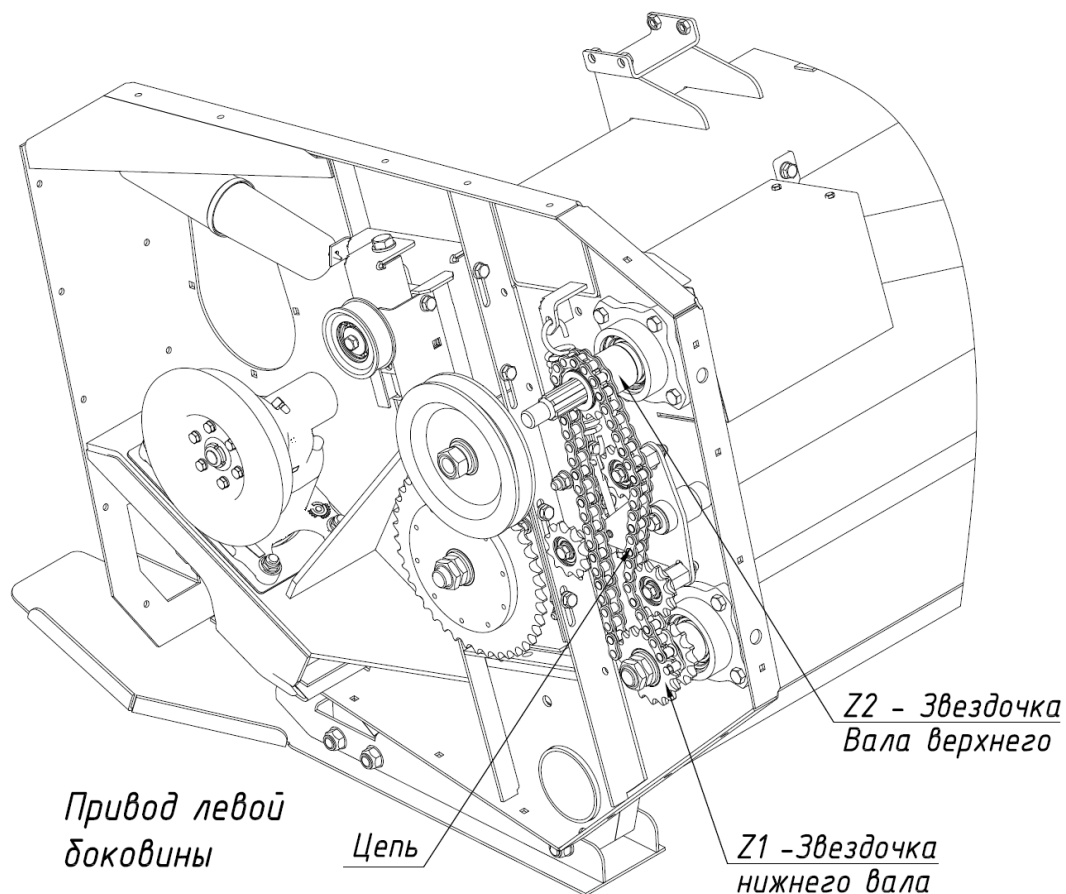

Рис.19.1 Установка звездочек согласно Таблицы 2.
7.2 Для обеспечения правильной работы режущего аппарата (оптимальное число циклов хода режущего аппарата) необходимо установить звездочку и цепь согласно таблицы 2 и рис.19.1 в соответствии с маркой используемого комбайна.